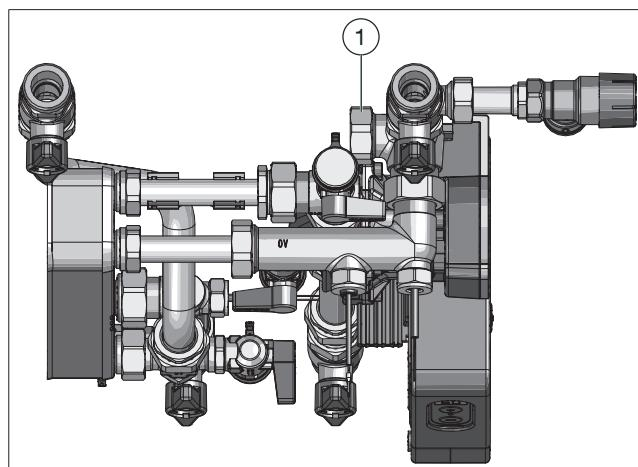

Fig. 5: Raccordement pour le jeu de bouclage d'E.C.S.
6. Dévisser le capuchon du raccordement pour le jeu de bouclage d'E.C.S. (voir position 1 sur Fig. 5).